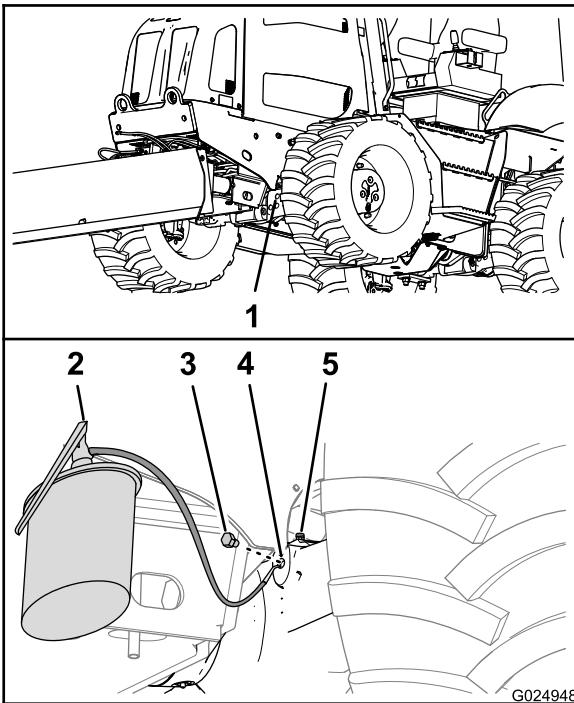
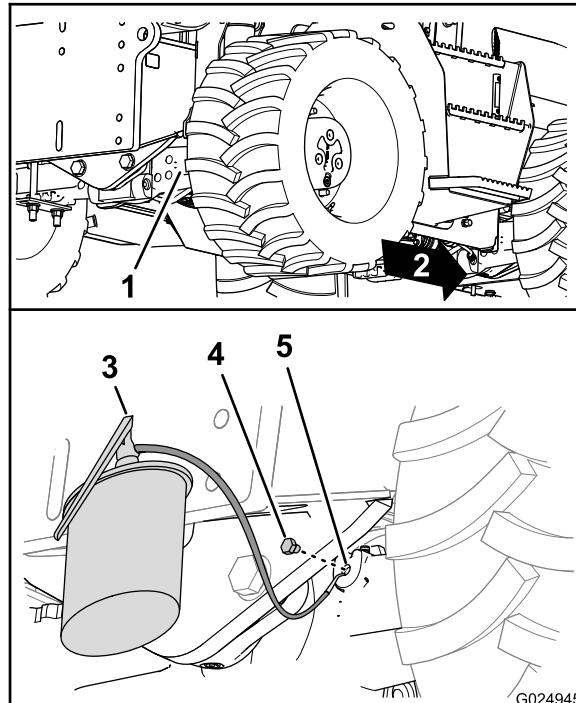

Figura 95
Figura 96
5. Montate i tappi di spurgo nei fori di spurgo sugli alloggiamenti del pignone (Figura 95 e Figura 96).
- 6. Rabboccate gli assali con l'olio specificato attraverso il foro spia e controllate che il livello dell'olio raggiunga la base della filettatura del foro (Figura 95 e Figura 96).
- 8. Montate i tappi di riempimento nei fori spia degli alloggiamenti del pignone dell'assale per gli assali (Figura 95 e Figura 96).